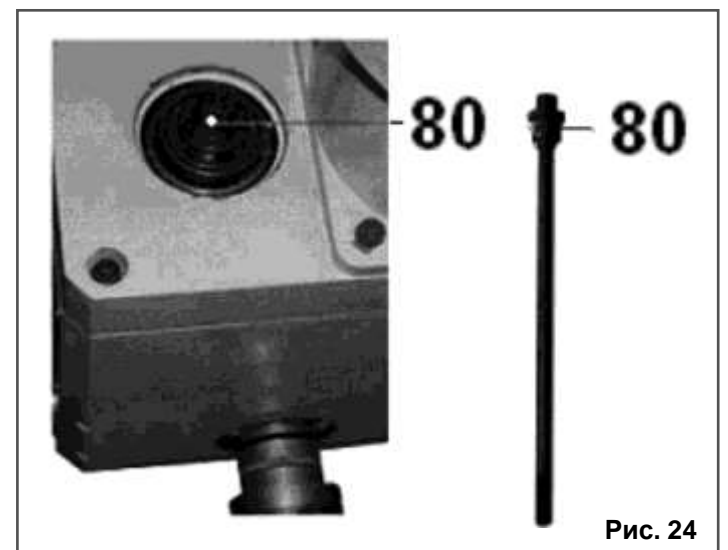

Рис. 24
11.2. Установка патрона (Рис. 24 - 26)